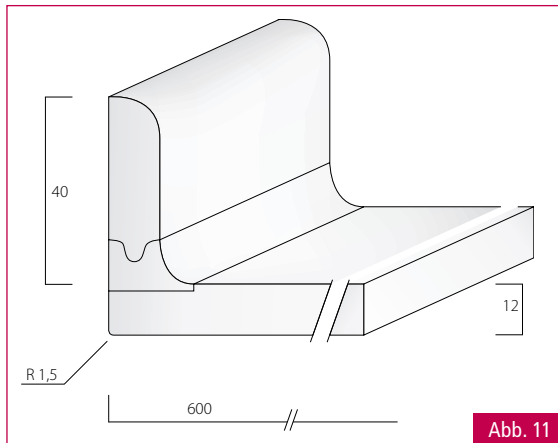

Abb. 11
8. Den kompletten Spritzschutz in die Arbeitsfläche einsetzen (**Abb. 11**) und nach Vorschrift weiterbearbeiten und schleifen.